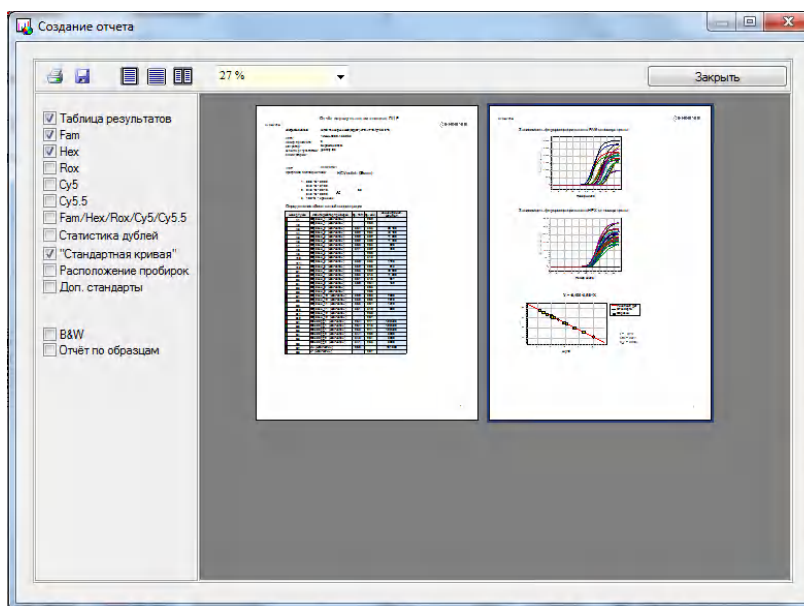

Рис.78 Окно «Создание отчета»
1. Нажать кнопку  на вкладке **Анализ оптических измерений** окна **Архив**. Откроется окно **Создание отчёта** (Рис.78).